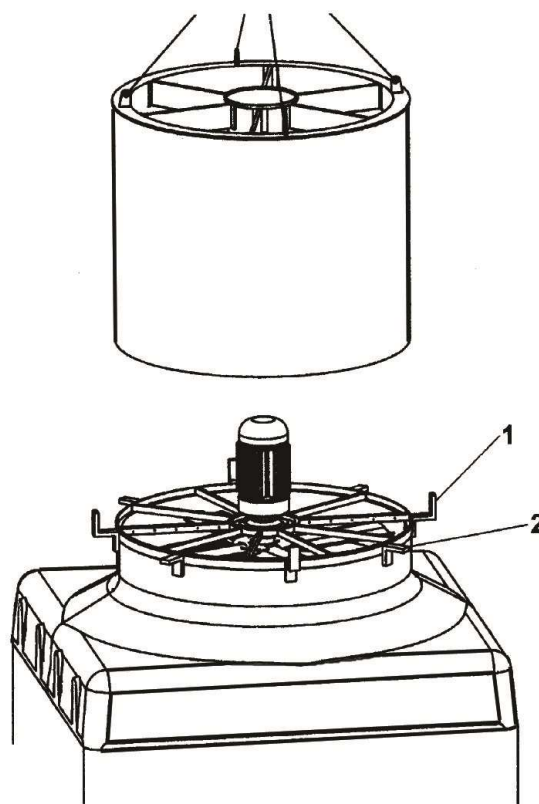

Fig. 10
1. Place (if they don't come already fitted) the "Z" or "L"-shaped profiles (Fig 10/1). in one of the spokes of the fan support. Use them as a guide.
3. Locate the silencer on top of the hood, supporting it on the "L" or "Z"-shaped profiles (Fig 10/2) arranged on the fan supporting ring.
1. Placer (s'ils ne sont déjà placés) les profils en forme de «Z» ou «L» (fig. 10/1), qui se trouvent dans un des rayons du support du ventilateur, pour qu'ils servent comme guide.
3. Placer le silencieux sur le capuchon et l'appuyer sur les profils en «L» ou «Z» (fig. 10/2) disposés sur l'anneau support du ventilateur.
1. Colocar (si no están montados) los perfiles en forma de "Z" ó "L" (fig. 10/1), que se encuentran en uno de los radios del soporte del ventilador, para que sirvan de guía.
3. Situar el silenciador encima de la caperuza y apoyarlo sobre los perfiles en "L" ó "Z" (fig. 10/2) dispuestas en el aro soporte del ventilador.